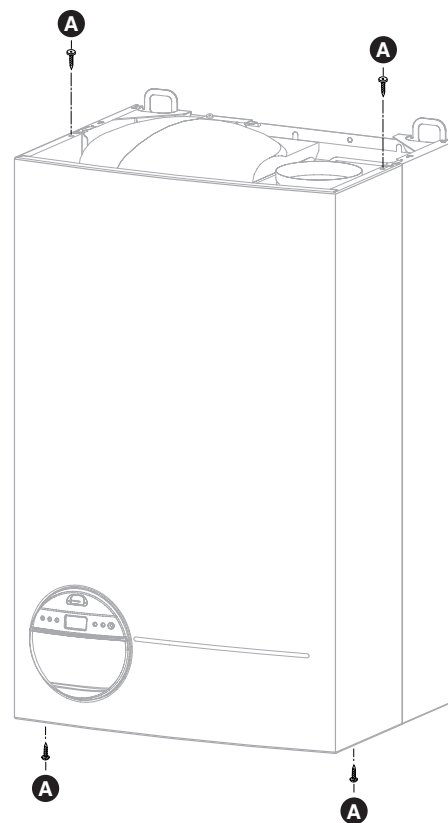

Fig. 7
- los 4 bevestigingsrijzen **A** van de bekleding (fig. 7)